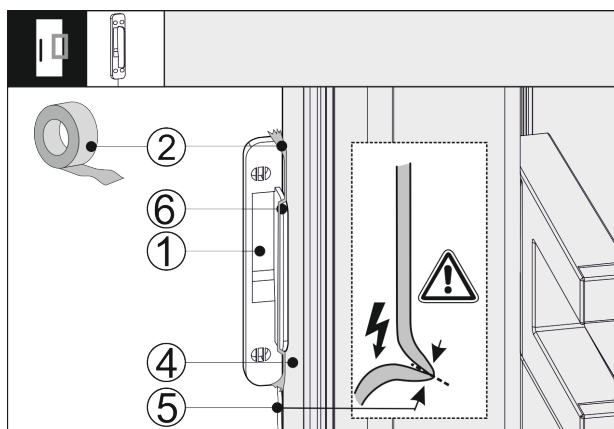

Fig. 42
- Nasadte senzor klepání Fig. 42 (1) z boku na dveře spotřebiče Fig. 42 (4) tak, aby doraz Fig. 42 (6) přiléhal ke dveřím spotřebiče Fig. 42 (4). Kabel senzoru Fig. 42 (5) je lehce napnutý a také přiléhá ke dveřím spotřebiče Fig. 42 (4).
- Upevněte senzor klepání Fig. 42 (1) lepicí páskou Fig. 42 (2). Senzor klepání se později přišroubuje k čelu nábytku.